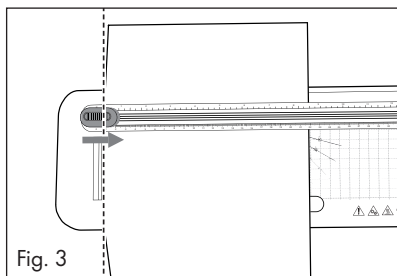

Fig. 3
- 1) Glissez la tête de coupe ④ jusqu'en butée. La tête de coupe ④ peut être glissée jusqu'aux deux extrémités de la glissière de coupe ③.
- 2) Introduisez le papier/film sous la glissière de coupe ③.
- 3) Utilisez les repères sur la règle de coupe ① pour aligner exactement le papier/film si vous souhaitez par exemple le raccourcir ou le couper en biais (voir fig. 3 et 4).